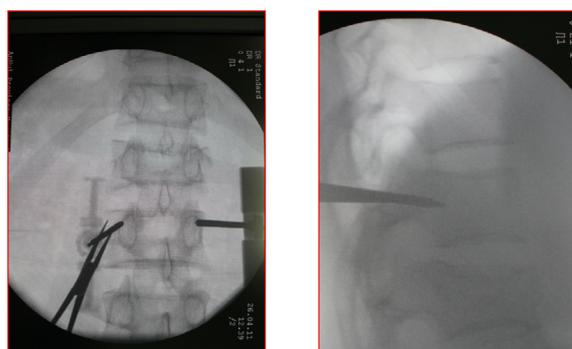

图 4a
- 插入定位导向穿刺器，插入过程需通过透视确认定位导向穿刺器插入的位置和方向（图 4a）。